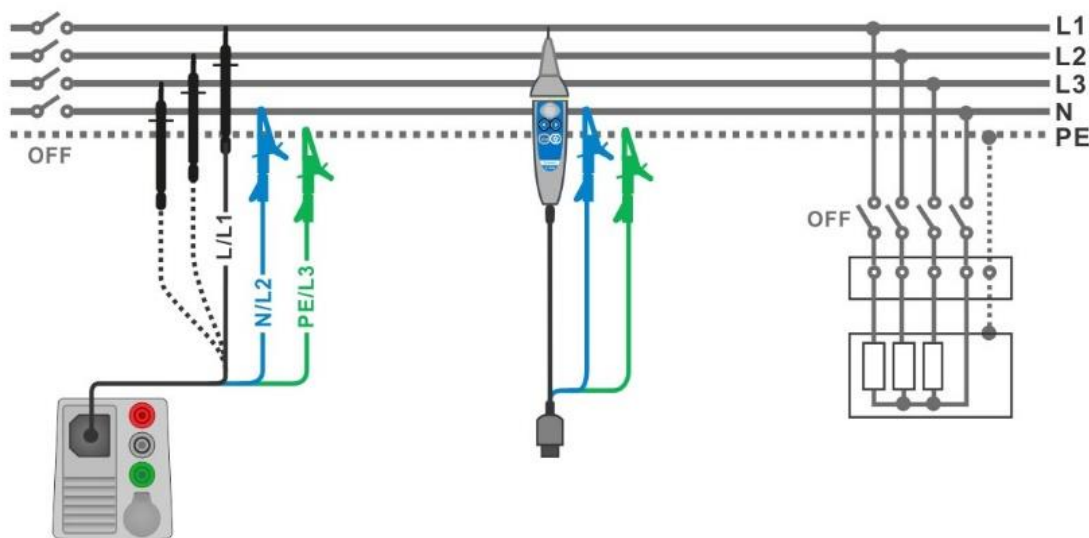

Fig. 4.11: Forbindelse med 3-leder testledninger og Tip commander
- Forbind testledninger til objektet der skal testes **Fig. 4.11**.